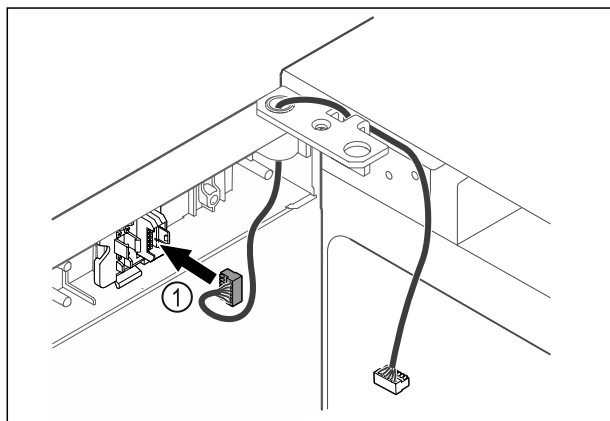

Fig. 54
- ▶ Вставьте штекер Fig. 54 (1) в держатель.